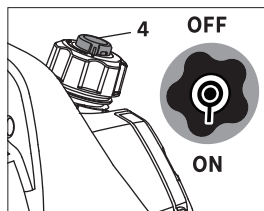

Fig. 09
A tampa do tanque de combustível está equipada com uma válvula de respiro. A válvula (4) deve estar na posição **"ON"** durante a operação do gerador. Isso faz com que o combustível seja injetado no carburador, acionando o motor. Para evitar vazamento de combustível, coloque-a na posição **"OFF"** ao transportar ou quando o gerador não estiver em utilização [Fig. 09].